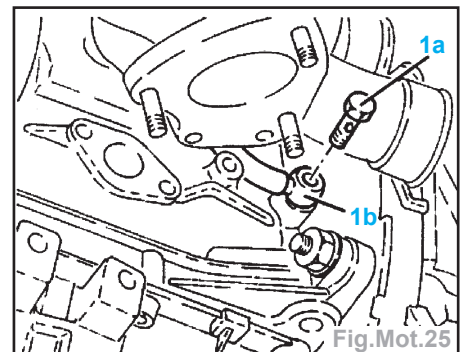

Fig.Mot.25
- le tuyau (1b) d'amenée d'huile du turbo (Fig.Mot.25),